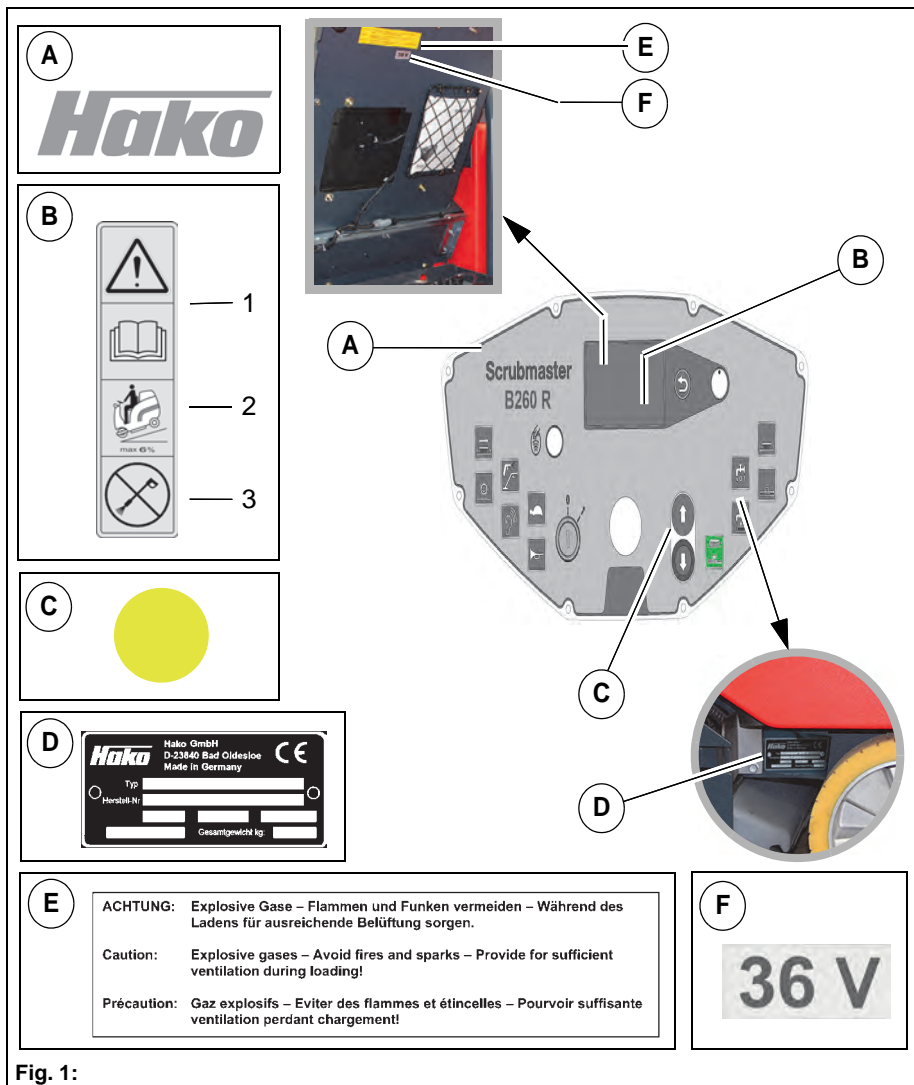
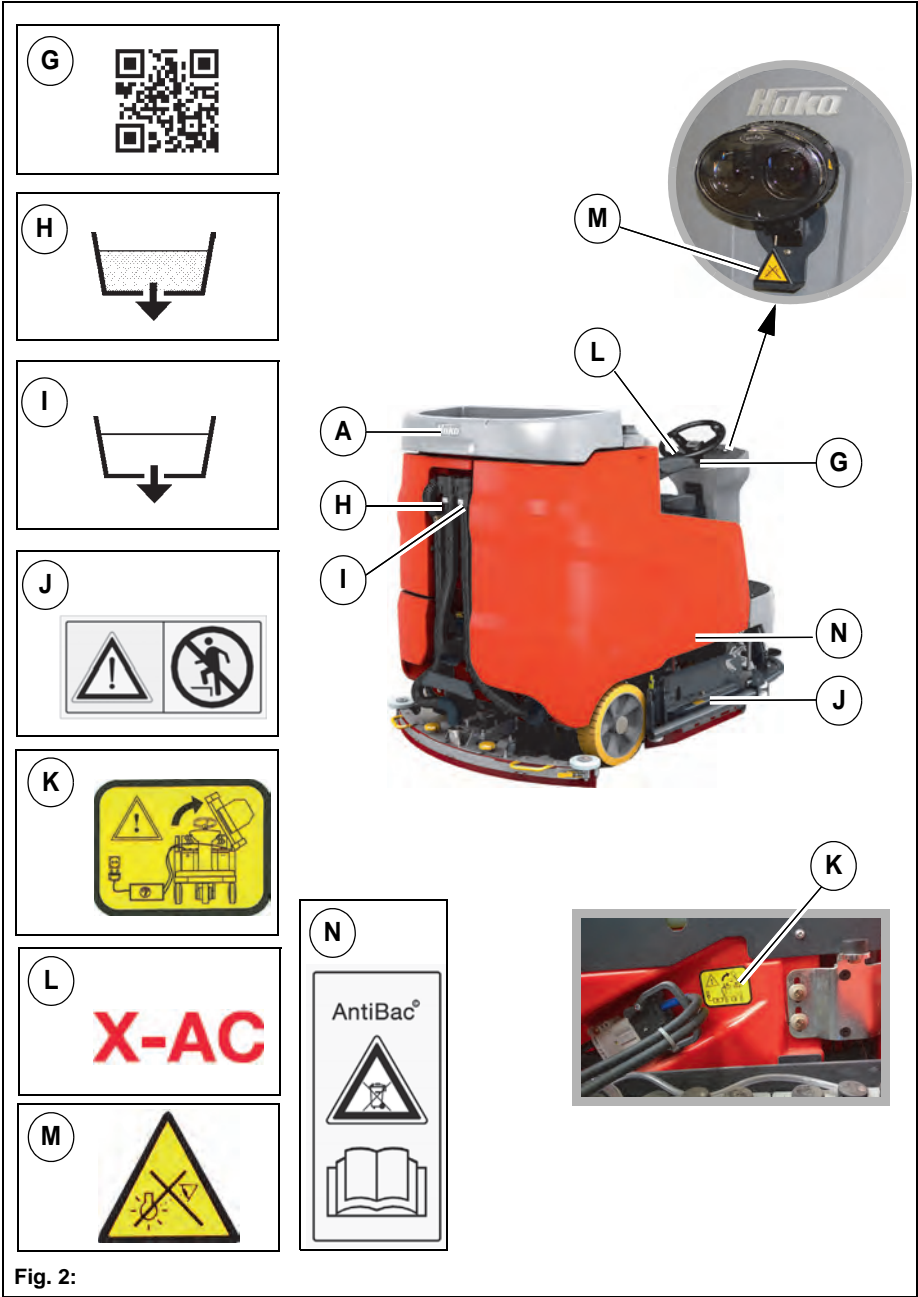

Fig. 1:
Fig. 2:
### **Klistremerke – Firmalogo Fig. 1/ Fig. 2-A**
- Les og følg driftsanvisningen Fig. 1-B1
- Maksimalt tillatt stigning 6 % i rengjøringsdrift Fig. 1-B2
- Ikke rengjør maskinen ved bruk av høytrykkspyler Fig. 1-B3
### **Klistremerke – Vedlikeholdsdeler (gul prikk) Fig. 2-C**
### **Typeskilt Fig. 2-D**
### **Klistremerke – Eksplosive gasser Fig. 1-E**
### **Klistremerke – 36 V Fig. 1-F**
### **Klistremerke – QR-kode Fig. 2-G**
### **Klistremerke – Tapp ut avfallsvann Fig. 2-H**
### **Klistremerke – Tapp ut ferskvann Fig. 2-I**
### **Klistremerke – Adgang forbudt! Fig. 2-J**
### **Klistremerke – Setekonsollen skal være oppvippet mens lading pågår! Fig. 2-K**
### **Klistremerke – X-AC-drev Fig. 2-L**
### **Ikke kast etiketten AntiBac®-Tanks sammen med vanlig husholdningsavfall – Følg instruksene i driftsanvisningen! Fig. 2-N**